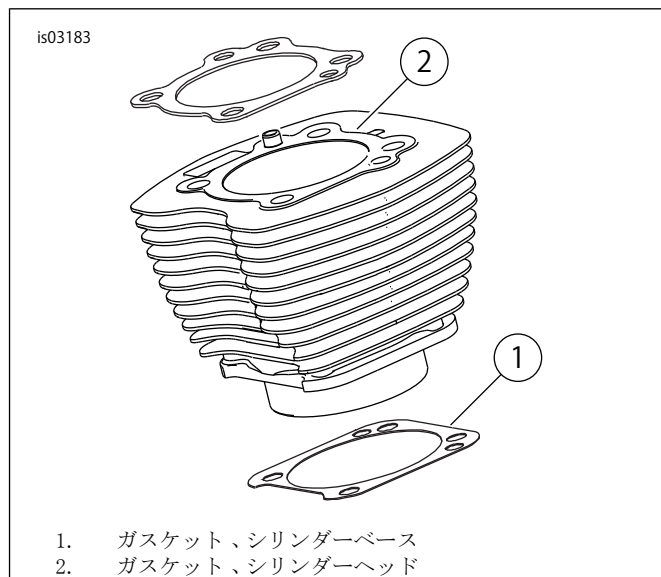

図1。シリンダーガスケット
- 図1を参照してください。「103 mm(4.060 in)」シリンダーベースガスケット(1)およびシリンダーヘッドガスケット(2)を使用する際はOリングは不要となります。シリンダーノックピンやシリンダースピゴットにはOリングを使用しないでください。